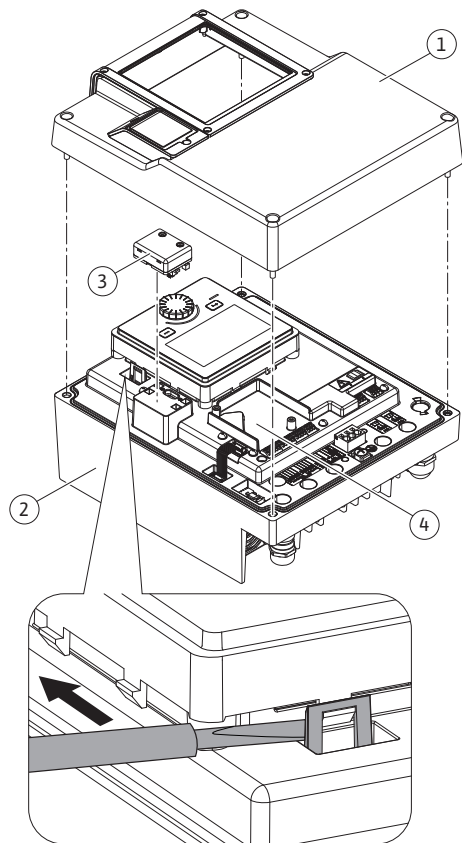
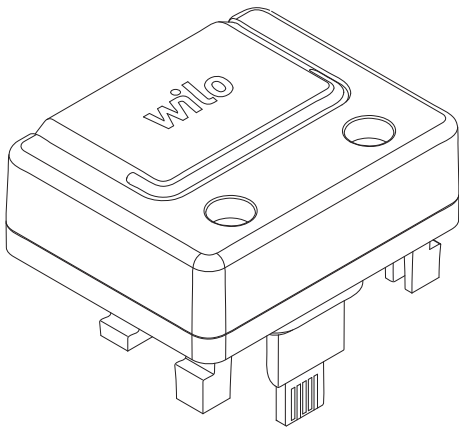

Fig. 26: Elektronikos modulis
Fig. 27: Wilo-Smart Connect BT modulis
„Wilo-Smart Connect“ modulio „Bluetooth“ sąsaja (Fig. 26, poz. 3 ir Fig. 27) naudojama prijungti mobiliuosius įrenginius, tokius kaip išmanusis telefonas ir planšetinis kompiuteris. „Wilo-Assistant“ programėlėje yra „Wilo-Smart Connect“ funkcija. Naudojant „Wilo-Smart Connect“ funkciją, siurbį galima valdyti, reguliuoti ir nuskaityti jo duomenis. Norėdami rasti nustatymus. žr. skyrių „Eksploatacijos pradžia“ [► 47].
1. Atlaisvinkite keturis elektronikos modulio viršutinės dalies varžtus (Fig. 26, poz. 1; Fig. I, poz. 2).
3. Įdėkite „Wilo-Smart Connect“ BT modulį į norimą „Wilo-Connectivity“ sąsają. Žr. Fig. 26, poz. 3.
CIF moduliai (priedai) naudojami ryšiui palaikyti tarp siurblių ir pastato valdymo sistemos. CIF moduliai yra jungiami į elektronikos modulį (Fig. 26, poz. 4)